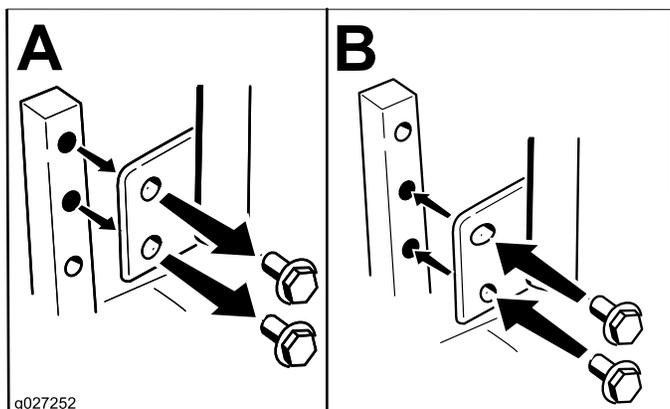

Figura 19
2. Desaperte o parafuso inferior o suficiente para rodar a alavanca de controlo para a frente ou para trás (Figura 19).
Pode ajustar as alavancas de controlo de movimento mais para cima ou mais para baixo para um maior conforto do operador (Figura 19).